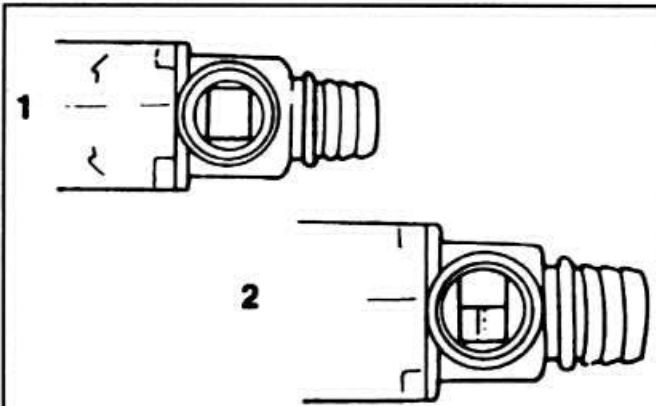

Рис. 2-17. Проверка работы регулятора холостого хода
- Соединить разъем регулятора и вручную открыть или закрыть поворотную заслонку (рис. 2-17, положение 1).
- Включить зажигание. При этом заслонка должна вернуться в промежуточное положение (рис. 2-17, положение 2).